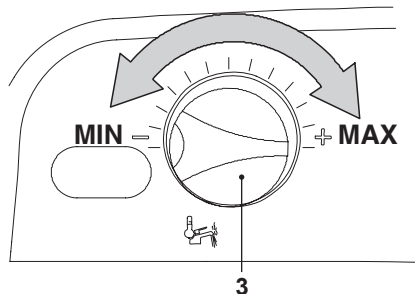

Fig. 9.16
- La potenza termica del riscaldamento può essere variata ruotando la manopola regolazione temperatura sanitaria 3 indicata in Fig. 9.16.